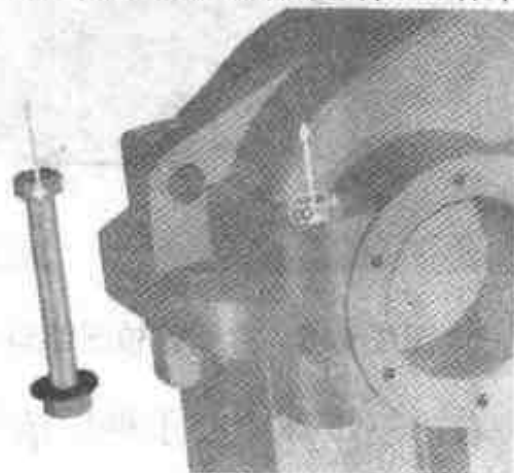

图 3.150 生成无约束装配
- (4) 旋转视图到如图 3.150 所示的位置，然后选择如图 3.150 所示机盖上与螺栓配合的孔。